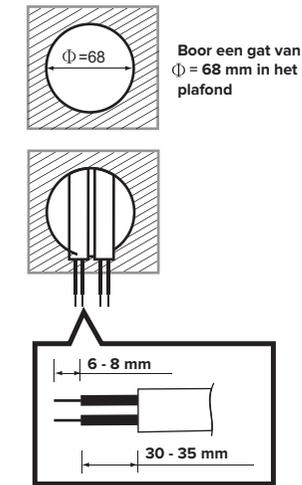

FIG. 8
1. Boor een gat met diameter 68 mm in het plafond en trek de bedrading door het gat naar buiten. Strip de isolatie van de bedrading 6 - 8 mm (zie FIG. 8).